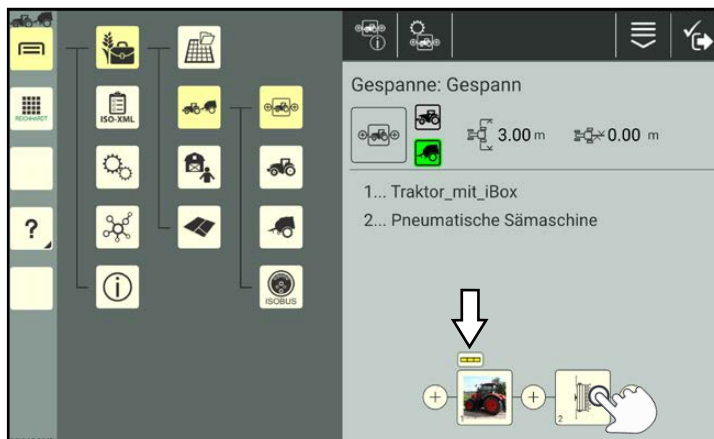

Abb. 321: Zu löschendes Gespannelement antippen
1. Tippen Sie das Gespannelement in der Gespann-Konfiguration an (siehe Abb. 321).